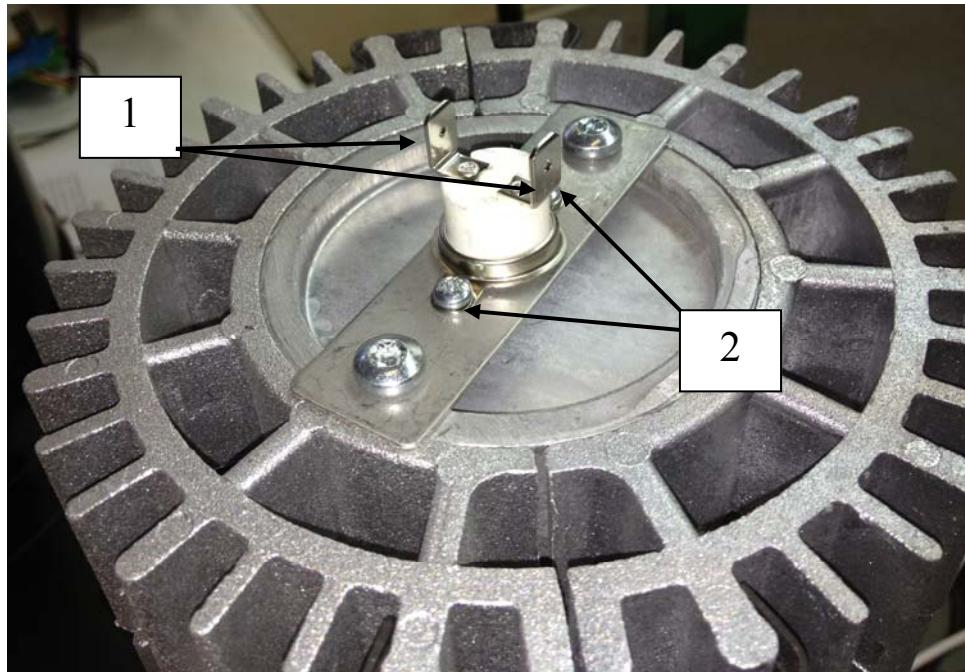

Рис.5 – Датчик перегрева.
Датчик перегрева (рис.5) служит для контроля температуры нагрева теплообменника. При достижении теплообменником температуры выше 250°C датчик перегрева размыкает электрическую цепь, при этом происходит автоматическое выключение отопителя. Поводом для замены может служить отключение отопителя при температуре теплообменника ниже 250°C или по причинам, указанным в табл. 2.
2. Проверьте блок управления. Замкните между собой контакты проводов идущие от БУ к датчику перегрева (рис.5а), запустите отопитель.
- отсоединить контакты проводов БУ от контактов датчика перегрева (позиция 1, рис.5);
- отвернуть винты крепления датчика (позиция 2, рис.5), снять датчик перегрева;
Рис.5а – Замкнутые провода
Камера сгорания испарительного типа (см. рис.5) предназначена для создания и сжигания топливовоздушной смеси.